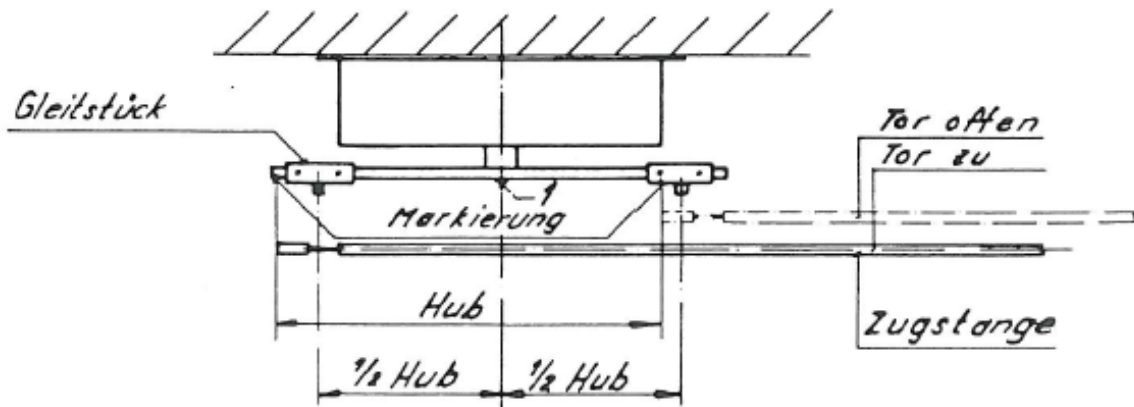

Abbildung 6-20 - Vorderansicht Drehteller mit Zugstänge
6. Das Tor von Hand öffnen und den Antrieb in Stellung „OFFEN“ bringen. Wiederum das Ende der Stange auf dem Arm markieren (Abbildung 6-20).